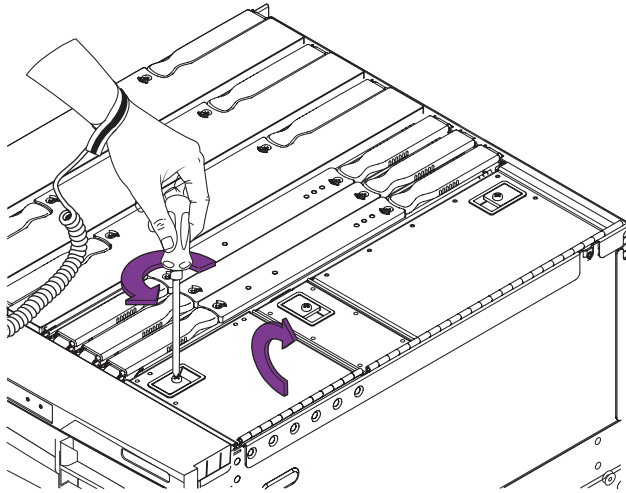

図 8-2 メディアベイのアクセスドアの開き方 - システムの上面図
8. システム上部にあるメディアベイのアクセスドアを開きます (図 8-2)。